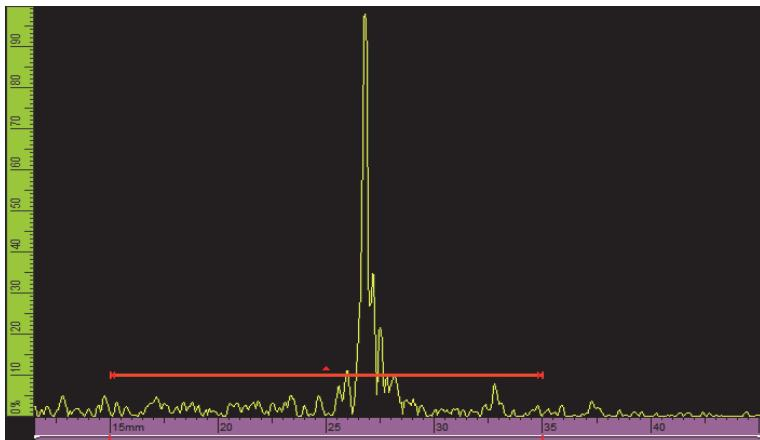

Figura 1 Il riferimento visivo nel gate
- Per definire un gate specifico come il gate corrente**, cliccare sul gate selezionato. Cliccare sull'estremità sinistra del gate per aprire il pulsante popup del parametro **Inizio gate** in modalità modifica. Cliccare sulla parte centrale del gate per aprire il pulsante popup del parametro **Soglia gate** in modalità modifica. Cliccare sull'estremità destra del gate per aprire il pulsante popup del parametro **Larghezza gate** in modalità modifica. Quando un gate è corto, potrebbe essere impossibile toccare una zona specifica. Un riferimento visivo indica quale sezione del gate è disponibile (vedere Figura 1 a pagina 3).